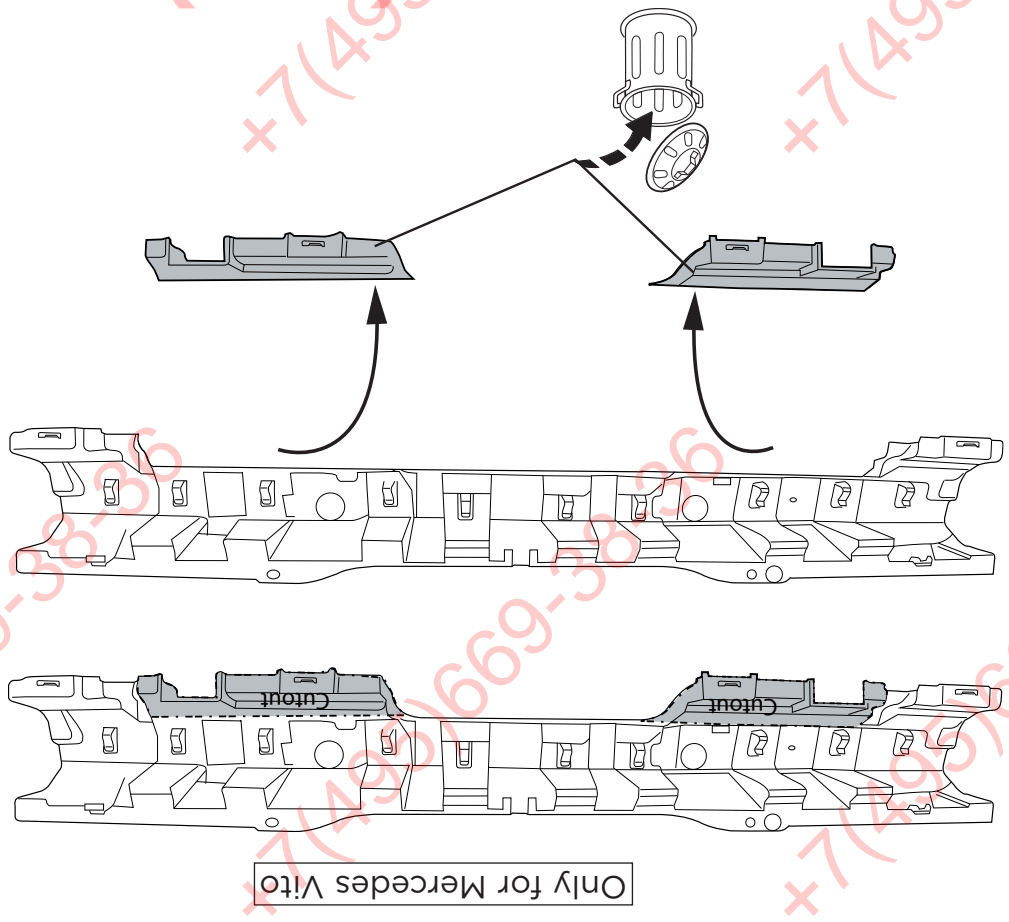

Fig.2
4. **For Vito vehicles, the following applies:** Saw out from the bumper/innerwork the section indicated in accordance with fig. 2.
- Für Vito-Fahrzeuge gilt:** Gemäß Fig. 2, die angegebenen Stücke aus der Stoßstangen innenverkleidung heraussägen.
4. Pour les modèles Vito: Scier les parties de la garniture du pare-chocs comme indiqué sur les fig. 2.